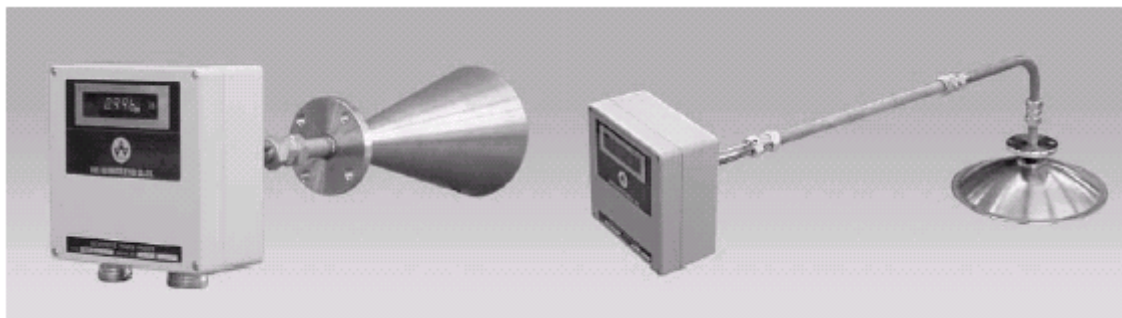
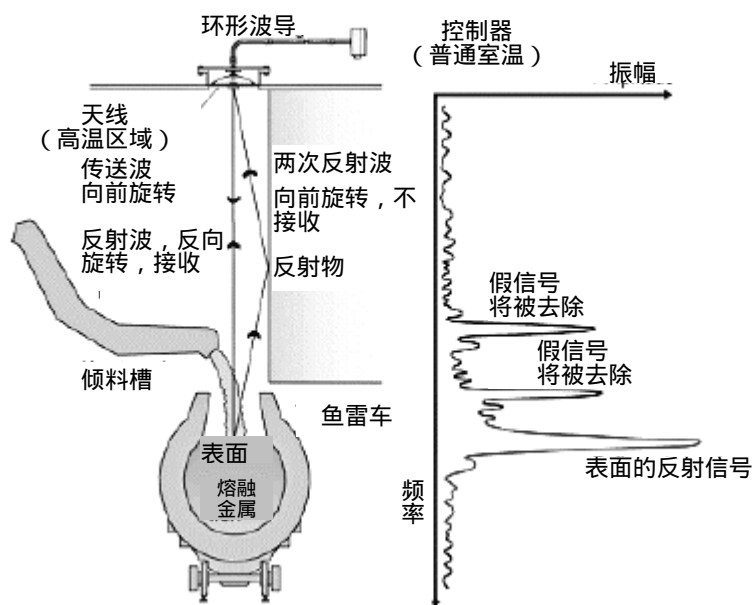

图 5：WADECO Micro-ranger 范围测量传感器
图 6：WADECO Micro-ranger MWS-RF 测量鱼雷车中熔融铁水的液面
- 范围或距离的测量通常要将传感器固定，比如固定在罐子或炉子的顶部。典型的应用是储藏罐、加料斗、料仓、炉子等。这一应用是微波体系中最成熟的，并且还涉及了传送波束频率的“线性调频”，也就是在收到被反射回来的信号时，频率已经增加了一个与行进距离相配比的量。传感器的精确度取决于扫描的频率和幅度。测量的距离不影响读数的精确度和辨别力。WADECO Micro-ranger（图 5）使用的就是这种技术。
金属或空气气流的极度高温不会对 WADECO 传感器造成影响。无需其它技术在某些时候所需要的任何补偿系数。凭借高质量的元件，控制盒内电路板元件的操作温度范围可以从-10 到+55 。只要控制盒周围的空气温度低于元件的设计温度，容器内部的温度可以大大高于此范围。天线是全金属的，可以置于高达 600 环境中。波导装置的外延降低了控制电路板上的温度（参见图 5 和图 6）。Micro-Ranger 可以